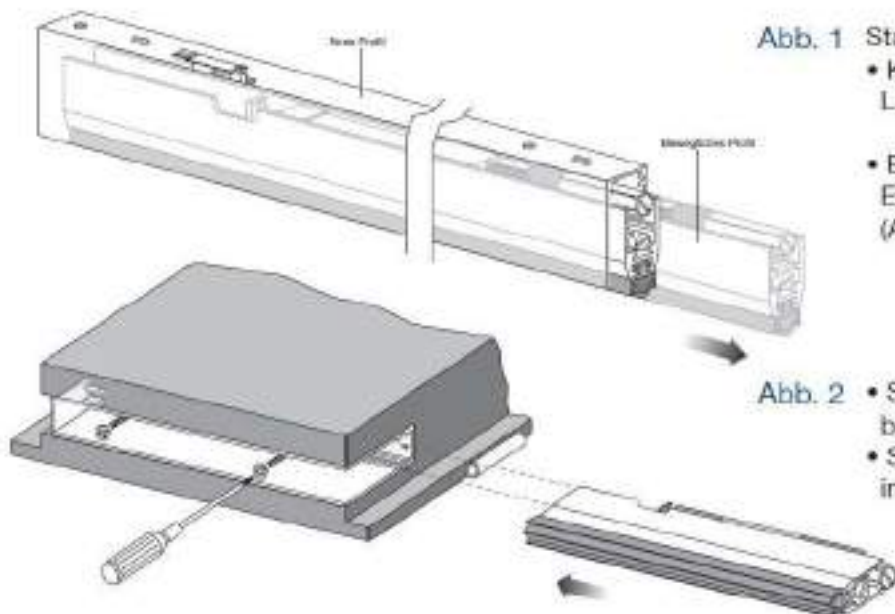

Abb. 1 Standardmontage :
- Kürzen Sie den Türdichter auf die Länge der Tür (siehe Abb. 1)